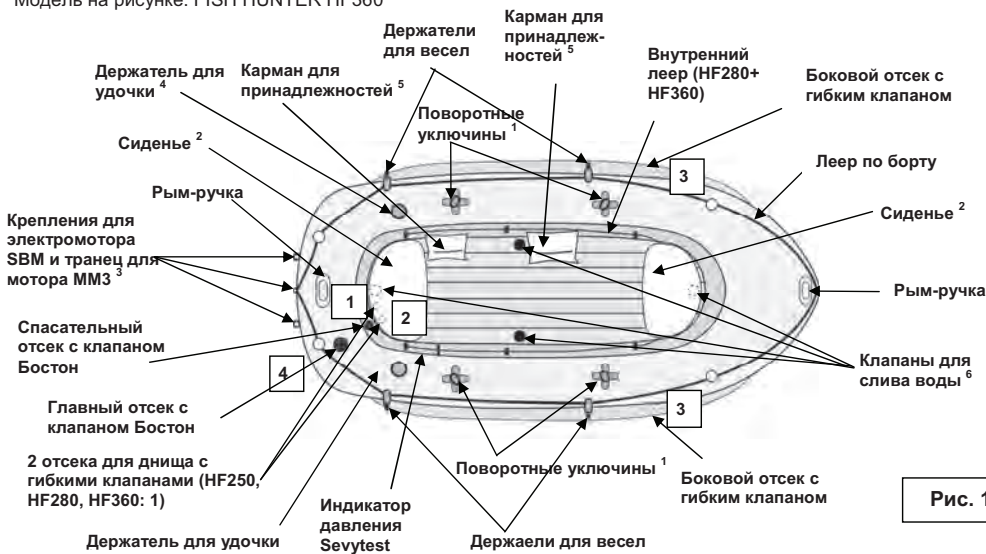

Рис. 1
- a) Клапан (ы) Boston (рис. напротив): Отвинтите колпачок клапана (1); ввинтите корпус клапана (2) в основание клапана (3); не убирайте колпачок. Вставьте коней шланга насоса в клапан и надувайте до достижения рекомендуемого давления (см. пункт 3). После накачивания как следует завинтите колпачки клапанов (по часовой стрелке). **Примечание:** небольшая утечка воздуха до полного закрытия клапанов - нормальное явление, **ГЕРМЕТИЧНОСТЬ** обеспечивается только колпачком клапанов.
2. Надувайте товар в порядке, указанном на заводской табличке на товаре (см. также рис. 1, нумерацию клапанов).